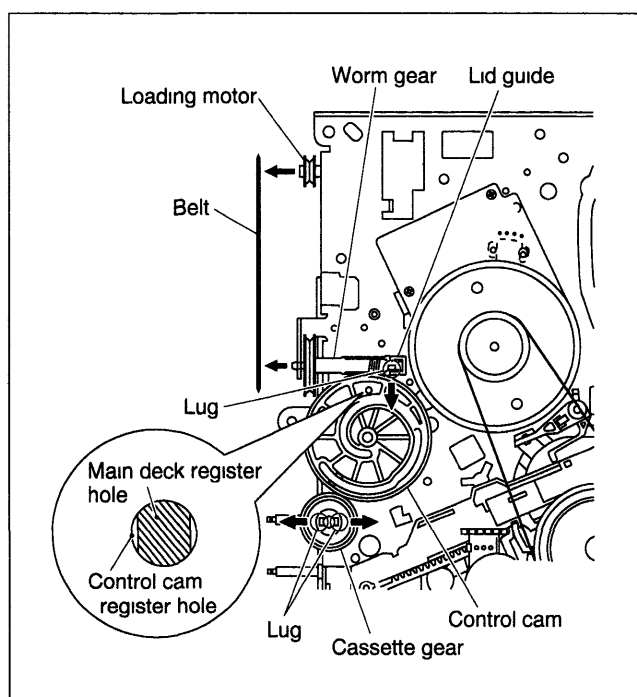

Fig 2-2-22
- (1) Remova o came de controle levantando-o
- (2) Abra as duas travas (lug) da engrenagem de carregamento cassette para fora e puxe-a
- (3) Remova a correia (belt) da engrenagem com rosca sem fim e o motor de carregamento (loading motor).
- (4) Abra a trava do guia de abertura da tampa da fita (lid guide) para fora e remova a engrenagem com rosca sem fim
- (5) Quando instalando o came de controle, assegure-se que o furo deste esteja alinhado com o furo do chasis (Veja Fig 2-2-22)